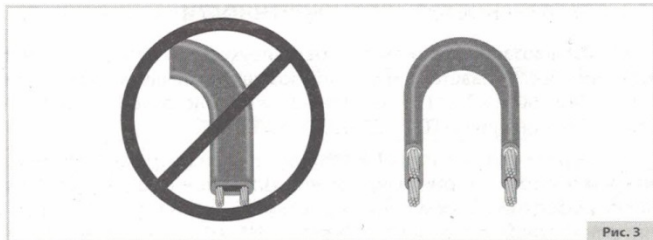

Рис. 3
5.3. Нагревательный кабель должен изгибаться исключительно перпендикулярно плоскости ее жил (см. рис. 3).